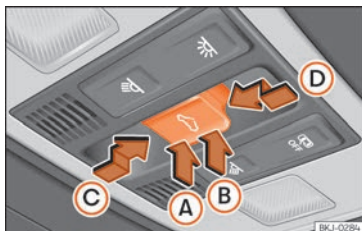

Abb. 96 Im Dachhimmel: Taste des Glasdachs.
Die Taste **Abb. 96** hat zwei Stufen. In der ersten Stufe kann das Glasdach ausgestellt sowie ganz oder teilweise geöffnet oder geschlossen werden.
- Innerhalb von etwa 5 Sekunden nach der Aktivierung des Einklemmschutzes, drücken Sie die Taste  »» **Abb. 96** bis zur zweiten Stufe in Pfeilrichtung »» **Abb. 96**  bis das Dach vollständig schließt.